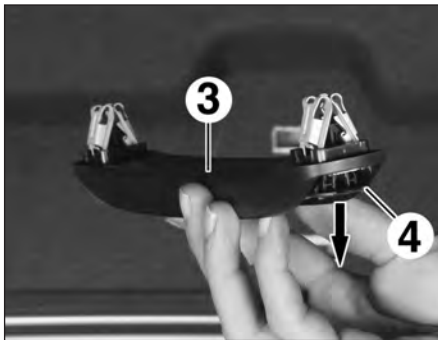

FIG.87
• Soulever les agrafes (4) de la poignée (3) (Fig.87).
- la poignée de maintien (3),